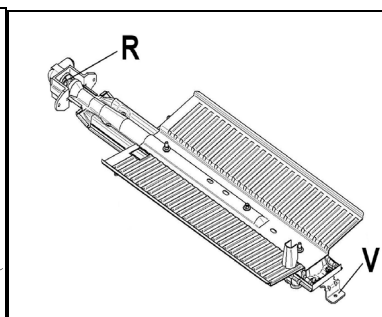

Fig.8
- 2) Dévisser la vis **V** et retirer le brûleur du support en veillant à ne pas endommager la bougie d'allumage et le thermocouple (fig. 8).
- 3) A l'aide d'une clé à 6 pans de 7 mm remplacer le brûleur **R** (fig.8) par celui prévu pour le nouveau type de gaz en fonction des indications du tableaux 1-2.